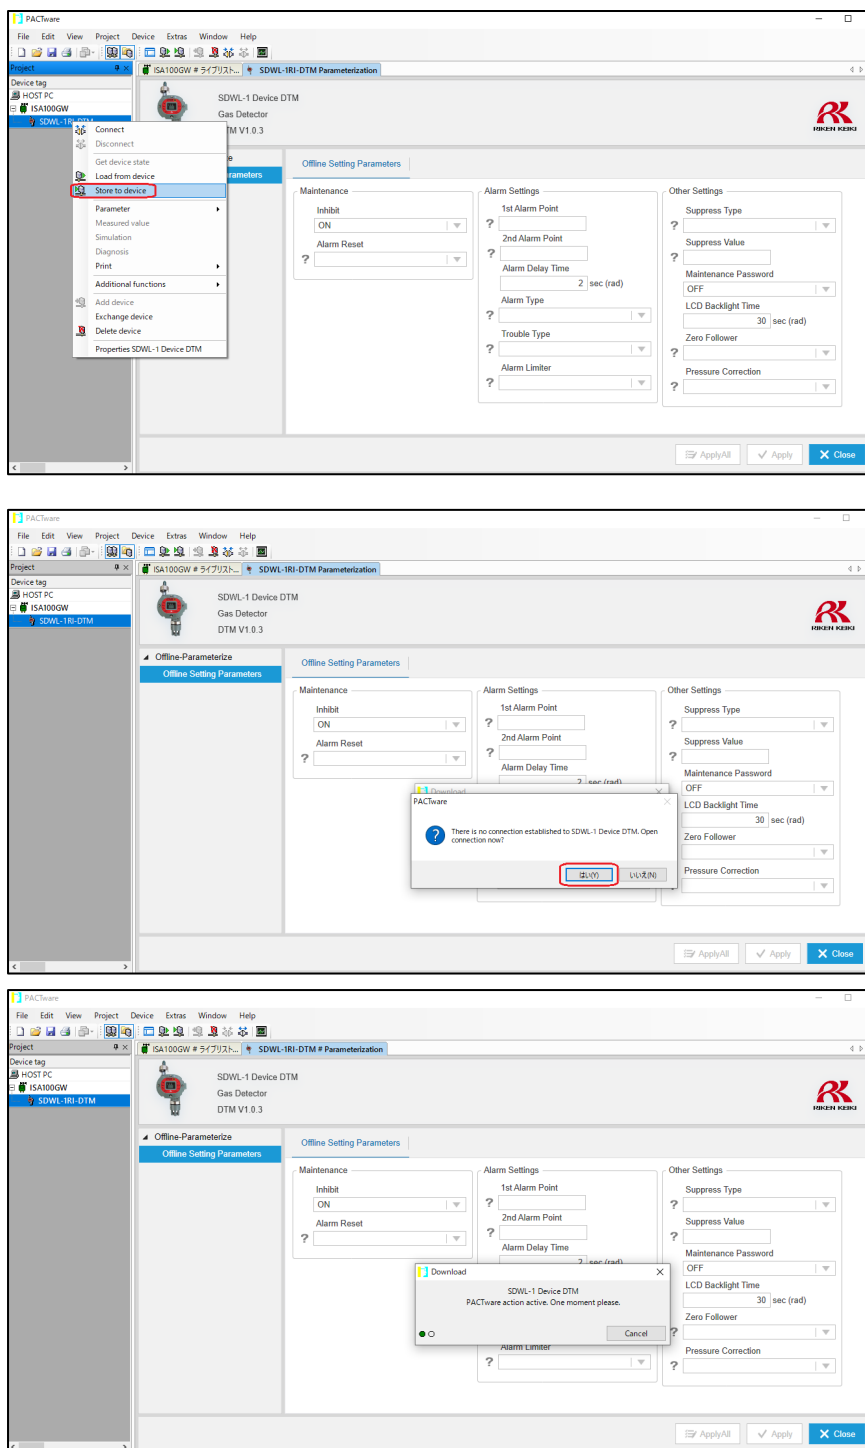

図 6-11 パラメータ設定値を SDWL-1 ヘダウンロード
- ② ツリーメニュー⇒SDWL-1（タグ名）を右クリックし、「Store to device」を選択します。ダウンロード実行の確認メッセージが表示されますので「はい」を選択します。実行中の表示が消えるとパラメータ設定が完了となります。（図 6-11）